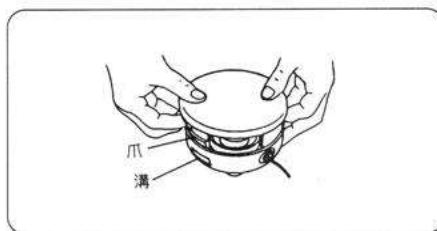

図25
⑦ナイロンコードキャップをナイロンコートボデーの爪穴位置に合わせてパチンと音がするまで押し込みます。(図25)